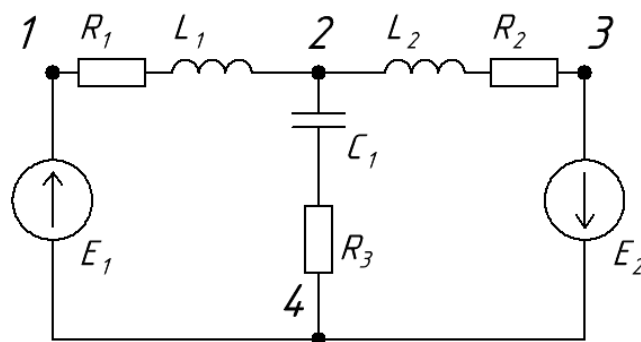
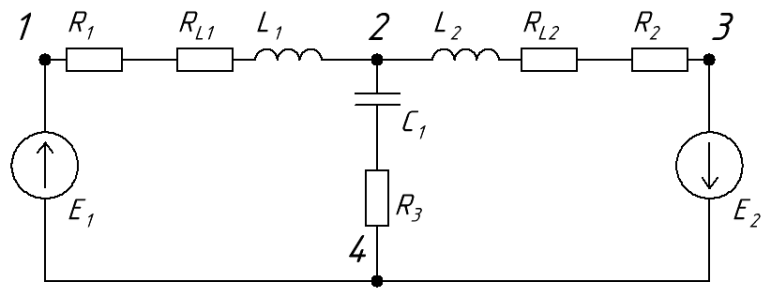

Рис.3.1 – Принципова схема кола
Рис.3.2 – Еквівалентна схема заміщення кола
Принципова схема кола зображена на рис. 3.1, еквівалентна схема заміщення – на рис. 3.2. Параметри елементів для кожного лабораторного стенду наведені в таблиці, що знаходиться в лабораторії. Початкову фазу ЕРС джерел \dot{E}_1 і \dot{E}_2 прийняти рівною 0.
4.2. Скласти електричне коло (рис.3.1).
10. Запропонуйте інші, що не використалися в даній роботі методи розрахунку електричного кола, зображеного на рис. 3.1.